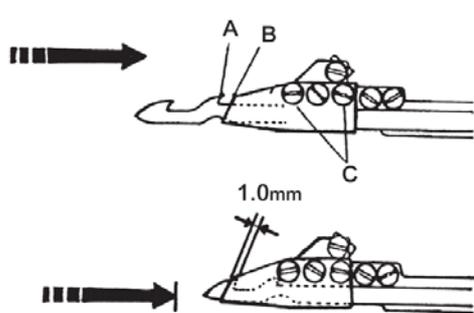

Fig.26
1. 当活动刀片往右移时，右边刀口之尖端(A)与固定刀之前端(B)须对齐。且活动刀移至最右点时，左边刀口和固定刀前端的契合度为1.0mm。调整时可放松螺丝(C)移动固定片。(图 26)